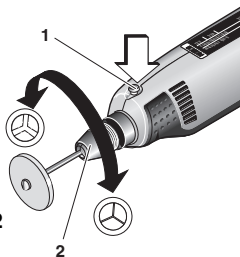

Fig. 2
Arretierknopf **1** (Fig.2) niemals drücken, solange das Gerät läuft.
1. Bohrfutter **2** (Fig. 2) leicht drehen und dabei gleichzeitig den Arretierknopf (1) drücken, bis dieser einrastet.